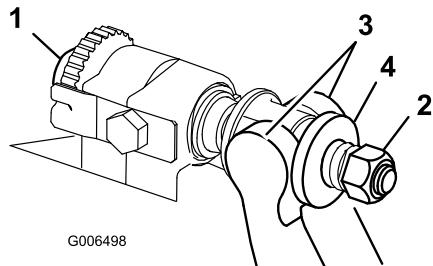

Figura 29
- Gire el tornillo de ajuste de la barra de asiento, en el sentido contrario a las agujas del reloj, para alejar la contracuchilla del molinete (Figura 29).
- Afloje la tuerca de tensado del muelle hasta que el muelle deje de presionar la arandela contra la barra de asiento (Figura 29).